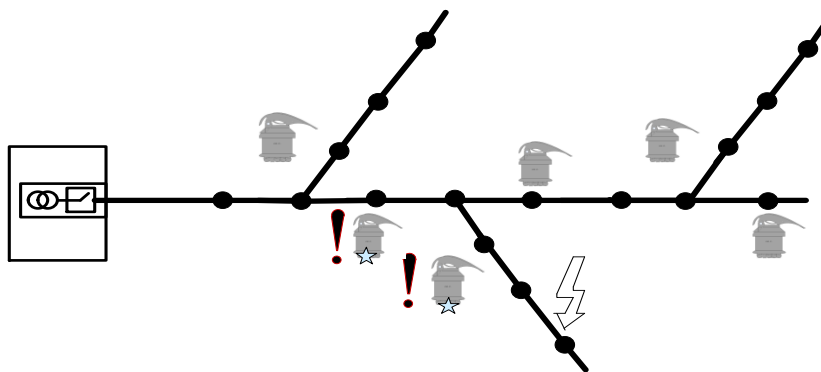

Рисунок 12 – Установка индикаторов на линии с длинным стволем и длинными ответвлениями
- на линии с длинным стволем и длинными ответвлениями комплекты устанавливаются в начале контролируемых ответвлений и за местом разветвления, на ближайших промежуточных опорах (Рисунок 12).